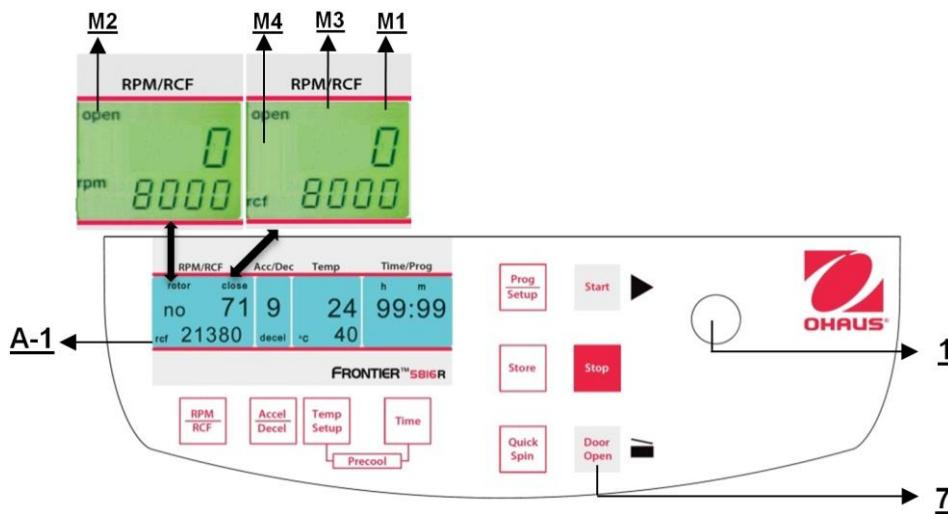

Figura 15
Después de la operación, cuando la tapa de la centrífuga está cerrada, aparece la palabra "close" (M1) en la pantalla "RPM | RCF" (A-1). Además, si hay un rotor en la centrífuga, aparece la palabra "rotor"(M3) así como el número de código del rotor respectivo, el cual está en el sistema de la centrífuga "71" (M4). Si no hay rotor en la centrífuga, destella la palabra "rotor" (M3) y aparece adicionalmente la palabra "no"(M4). Al presionar el botón "Door Open" (7), puede liberar la tapa de la centrífuga. Tan pronto la tapa electromagnética esté completamente liberada, aparece la palabra "open" (M2). Ahora puede abrir la tapa de la centrífuga. Consulte la Figura 15 a continuación para referencia.
La tapa debe bajarse solo un poco. Un seguro de la tapa electromagnética cierra la tapa, al mismo tiempo que desaparece la palabra **"open"** (M2) (vea la Figura 15). Como signo de que la centrífuga está lista para arrancar, en la pantalla **"RPM | RCF"** (A-1) aparece la palabra **"close"** (M1). Al mismo tiempo, aparece la palabra **"rotor"** (M3), así como el número de código del rotor, el cual está en el sistema de la centrífuga, **"no 71"** (M4). Con eso, todos los datos específicos del rotor, por ejemplo máxima velocidad, aceleración, etc. están adoptados.